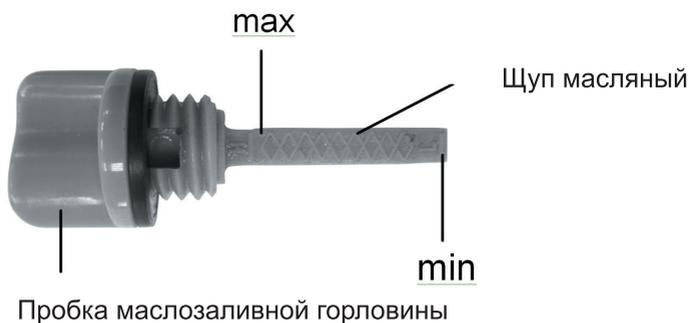

Рис. 7
3. Извлеките щуп и проверьте уровень масла. Он должен находиться между верхней и нижней отметкой контрольного щупа ближе к верхней отметке (max) (рис. 7). В случае необходимости долейте свежее моторное масло;